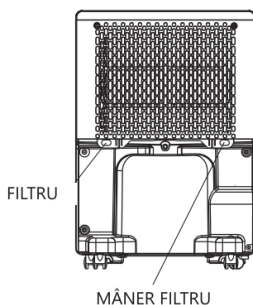

Fig 03
2. Trageți filtrul afară de mânerul acestuia (Fig. 03).